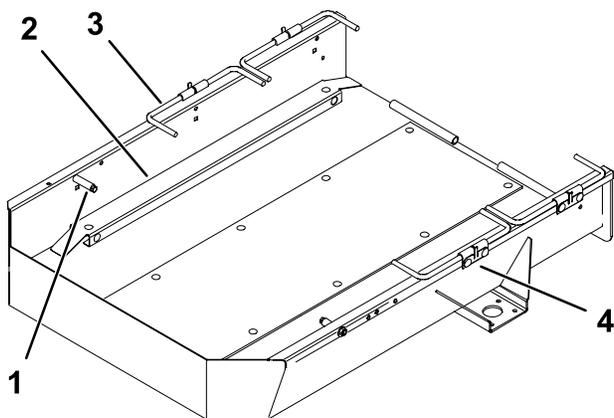

Figura 1
3. Se equipado, retire os fixadores que prendem os inserts padrão à parte inferior da rampa e retire os inserts (Figura 1).
4. Remova os batentes, barras das rodas e suportes do reboque (Figura 1).